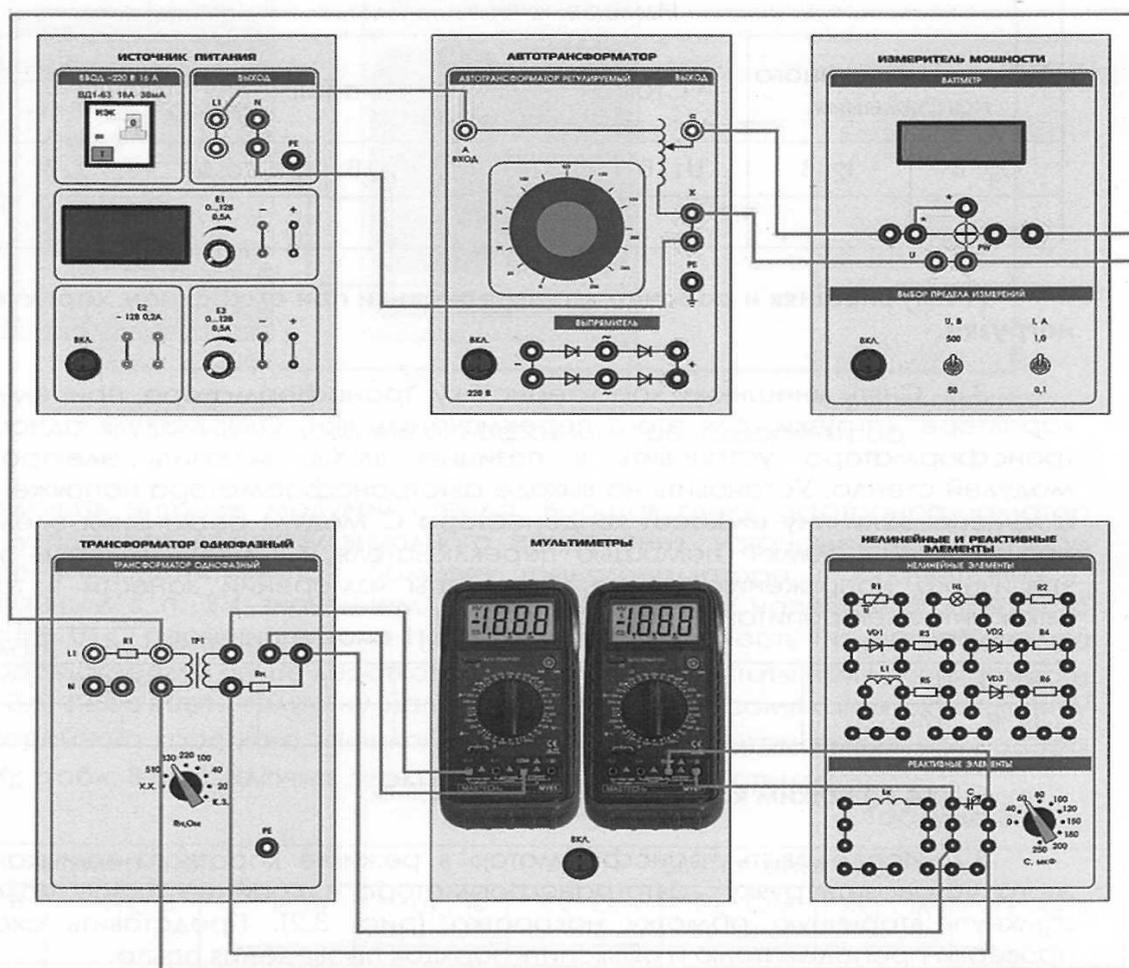
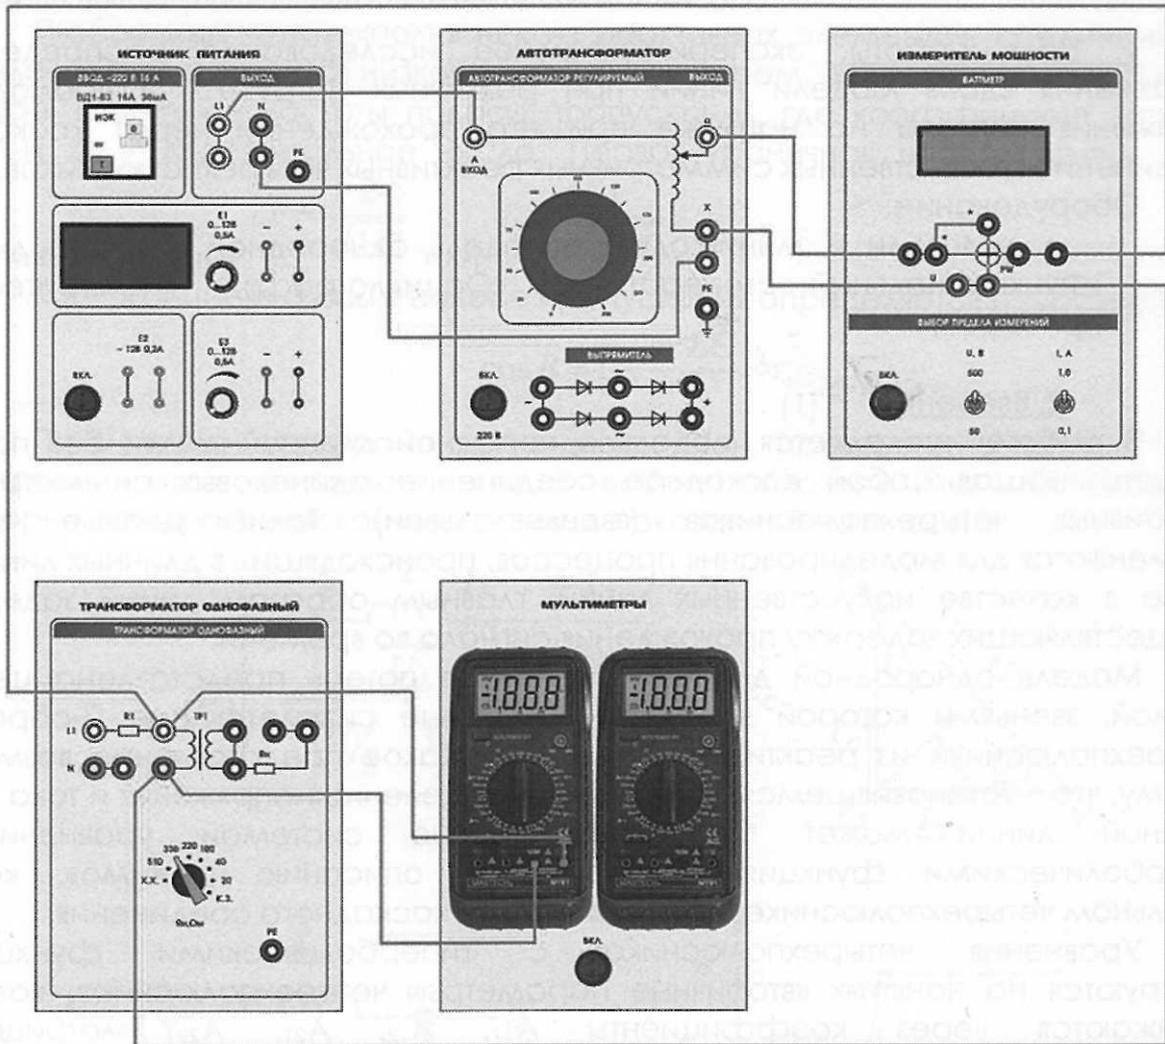

Рис. 3.1. Исследование однофазного трансформатора
Рис. 3.2. Исследование однофазного трансформатора.
- 3.1. Пользуясь схемами соединений (рис.3.1, рис.3.2), начертить принципиальные схемы исследуемых цепей с включенными измерительными приборами.
3.3. Собрать электрическую цепь (рис.3.1). Установить переключатель «Rн, Ом» модуля «Однофазный трансформатор» в положение «X.X». В измерителе мощности установить пределы измерений $U=500В$, $I=0,1 А$. Переключатели «С, мкФ» модуля «Реактивные элементы» установить в позицию «0». Схему представить для проверки преподавателю.
3.7 Исследовать трансформатор в режиме короткого замыкания. Для этого установить ручку автотрансформатора в крайнее левое положение, замкнуть вторичную обмотку накоротко (рис. 3.2). Представить схему для проверки преподавателю и объяснить порядок